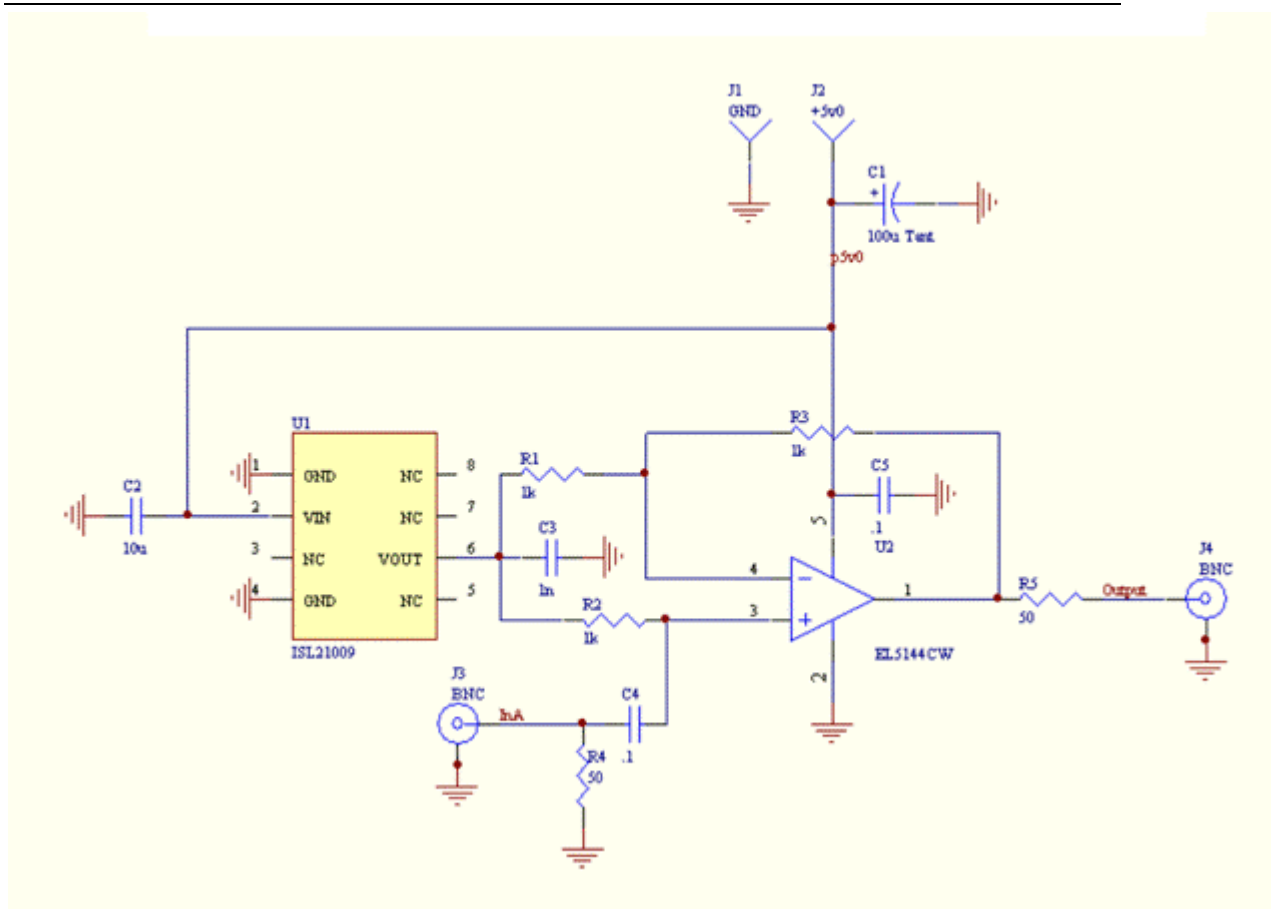

图3: 简单的运算放大器以及电压参考电路。
**Tamara:** 图 3 所示为具有增益为 2 的单电源运放配置。